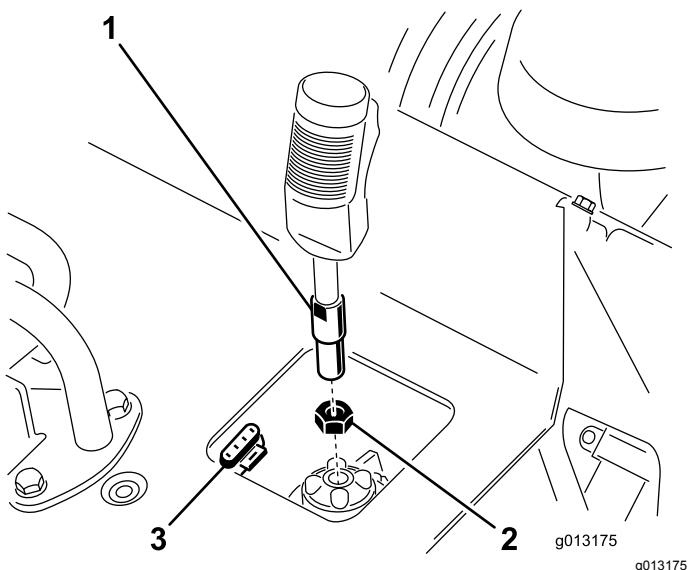

Figura 3
1. Aperte a porca de bloqueio na alavanca de controlo do triturador (Figura 3).
2. Enrosque a alavanca de controlo do triturador no receptáculo do painel de controlo (Figura 3).
3. Com o gatilho orientado para a frente, aperte a porca de bloqueio junto ao receptáculo para fixar a alavanca no lugar (Figura 3).
4. Ligue o fio na alavanca ao conector de 4 pinos debaixo do painel de controlo (Figura 3).